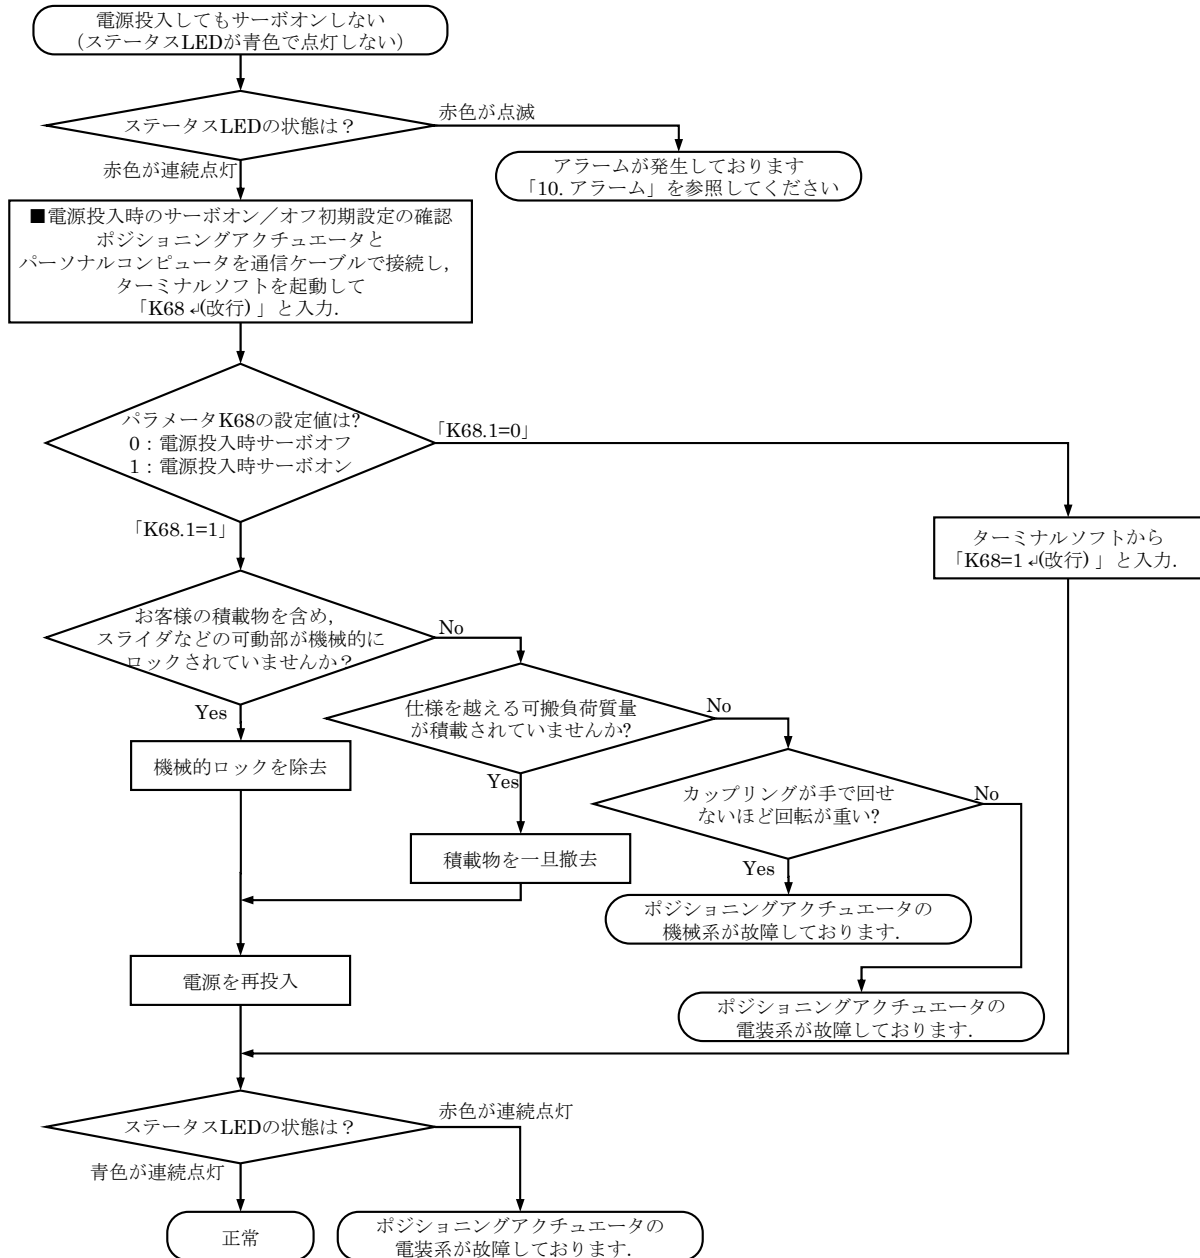

図 11.5 電源投入後にサーボオンしない場合の確認フロー
- 電源を投入してもステータス LED が青色で連続点灯せず、ポジショニングアクチュエータがサーボオンしない場合は、図 11.5 に示すフローに従い原因を確認してください。